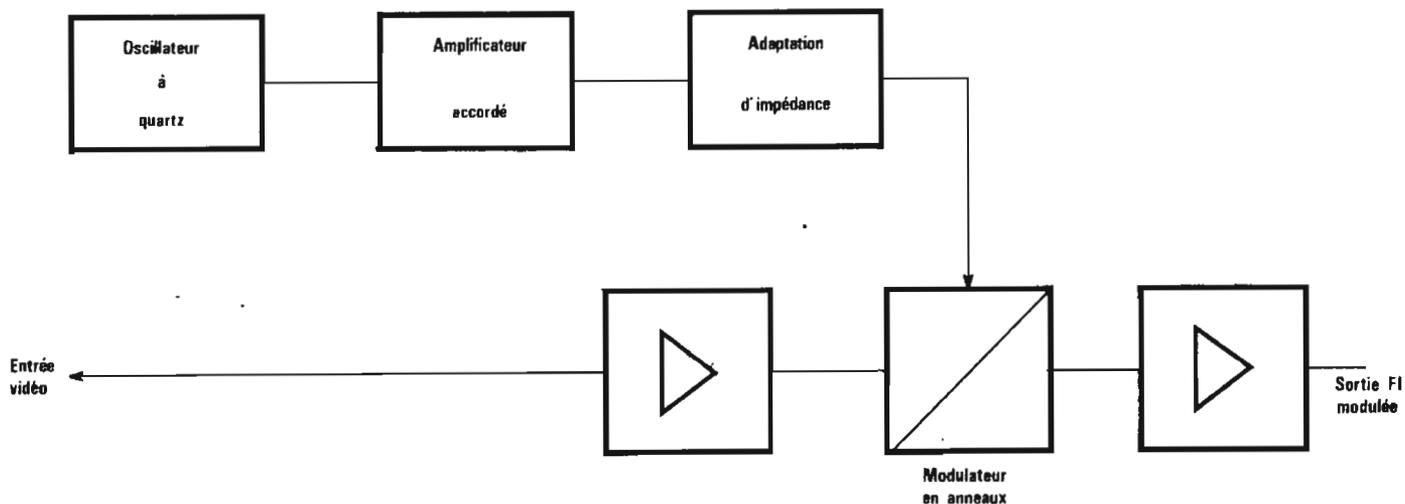

Fig 7 Synoptique général tiroir modulation FI son
3.3. Fonctionnement (SPC 76 G 31 - CI 156400 - fig 7)